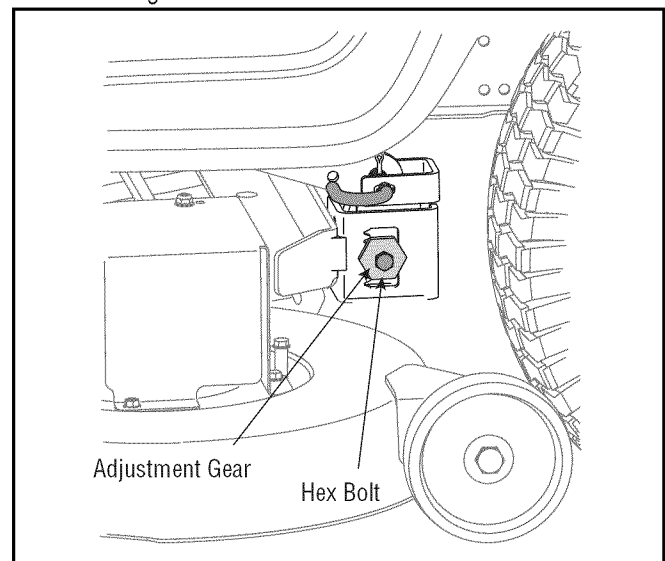

Figura 10
- Afloje, pero NO extraiga, el tornillo de cabeza hexagonal ubicado en la ménsula del gancho izquierdo de la cubierta. Vea la Figura 10.